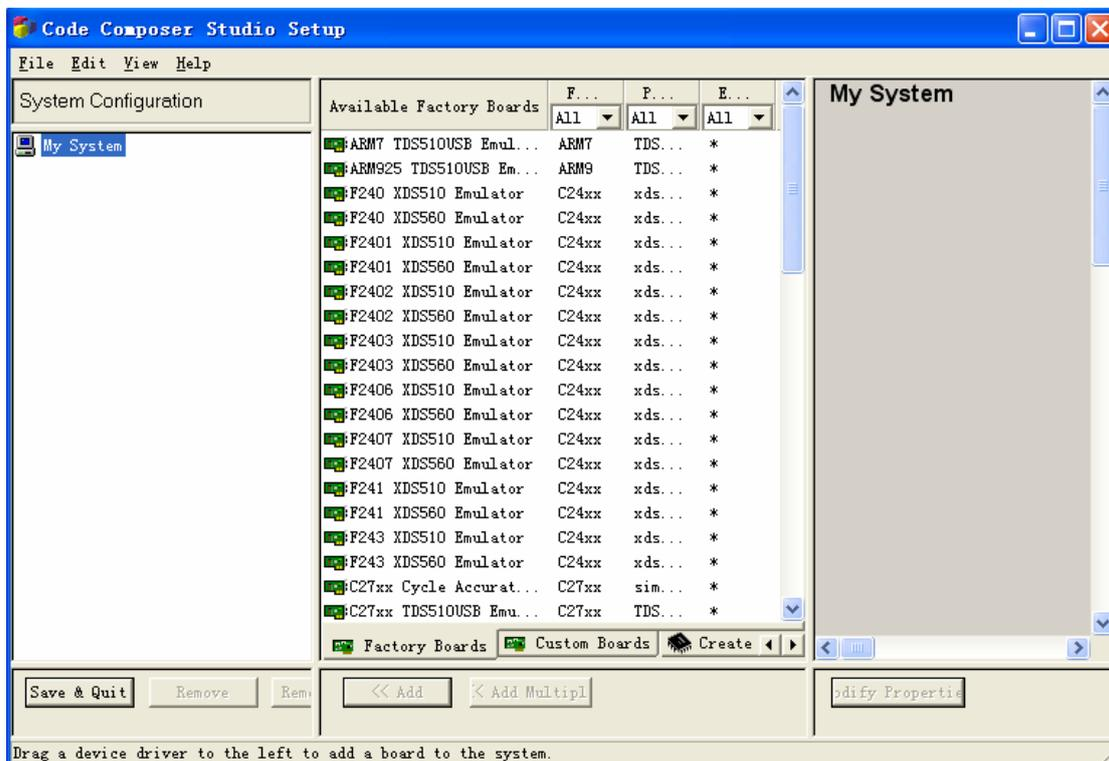

图 13
1. 启动Setup CCStudio v3.3，将进入如图13所示CCS仿真配置界面。